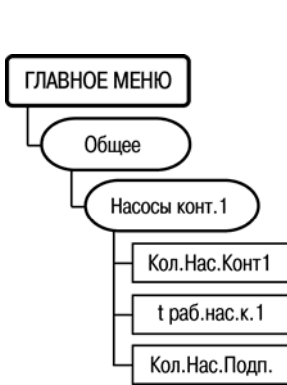

Рисунок 6.19
6.13.10 Параметры, определяющие работу насосов контура 1, задаются через пункт меню //Общее/Насосы конт.1 (рисунок 6.19).